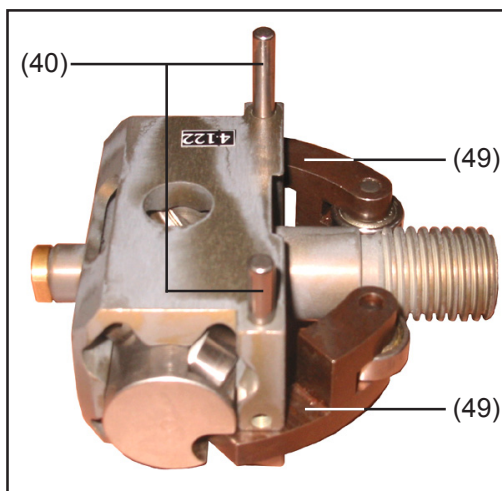

Fig.51 Monter les leviers pivotants
- Monter les rondelles d'écartement (45) - fig. 51 - ainsi que les nouveaux galets d'entraînement (44) avec les axes (43).